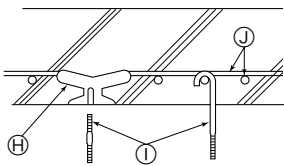

Fig. 2-5
- 2 Structures en béton armé (Fig. 2-5)